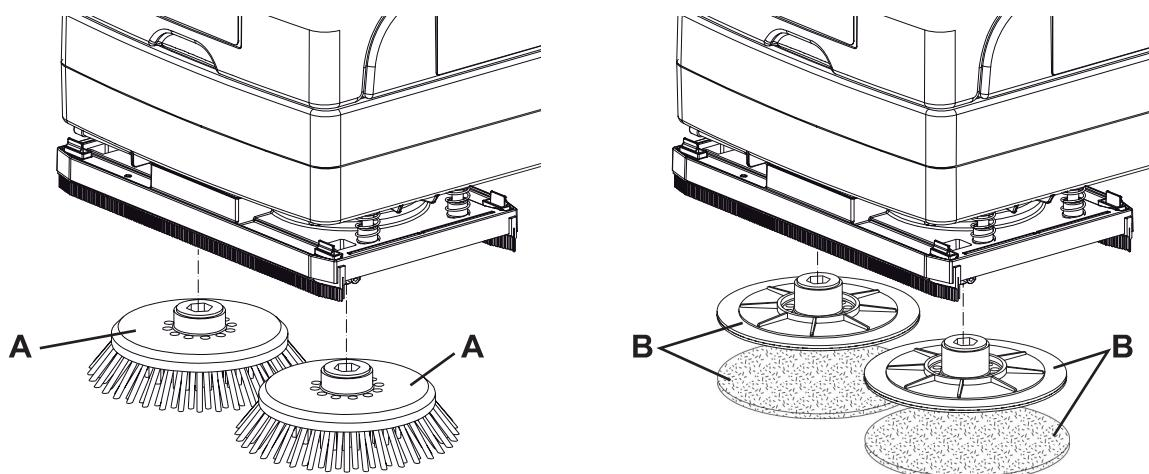

Abbildung 1
Das Gerät wird mit eingesetzten Bürsten geliefert (A, Abb. 1). Je nachdem, welcher Boden gereinigt werden soll, können die Bürsten (A) gegen die Padhalter mit Pad (B) ausgetauscht werden.
1. Gerät durch Herunterdrücken des Schubbügels (2) anheben.
2. Bürsten (A, Abb. 1) bzw. Padhalter mit Pad (B) in die beiden Nabenhäuser am Kopf (9) einsetzen.
3. Gerät mit dem Schubbügel (2) absenken.